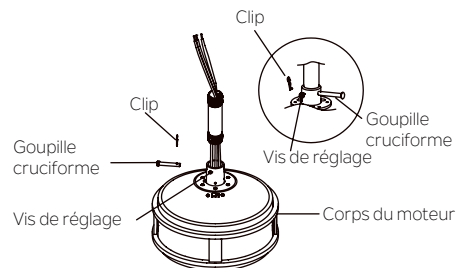

Fig. 8
Étape 4. Desserrer les deux vis de réglage et retirer le clip et la goupille cruciforme de l'accouplement supérieur du corps du moteur et faire passer délicatement les fils du ventilateur à travers la tige de descente. Visser la tige de descente sur l'accouplement du moteur jusqu'à ce que les trous des goupilles transversales soient alignés. Replacez ensuite la goupille cruciforme et le clip, puis serrez les deux vis de réglage. (Fig.8)